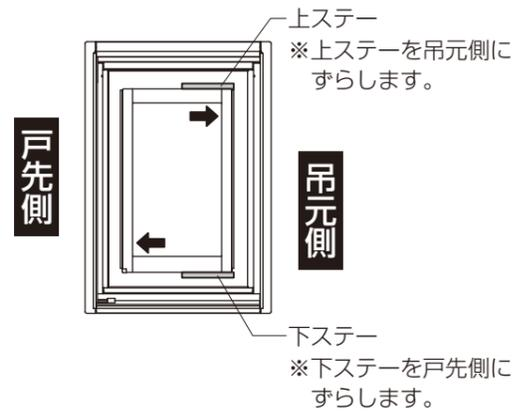

図1
- ①本取付け説明書の最後に墨出しシートがあります。切り取って【図1】の位置で仮止めテープで仮止めしてください。サイズにより位置が異なります。【表1】を参照ください。
②下穴位置を墨出しした後、 $\phi 3.5$ のドリルで下穴を2カ所あけます。
■【図1】アーム取付け位置
※上・下のステーの固定穴は長穴になっています。戸先が下がっている場合は、図1のようにステーの位置を調整してください。